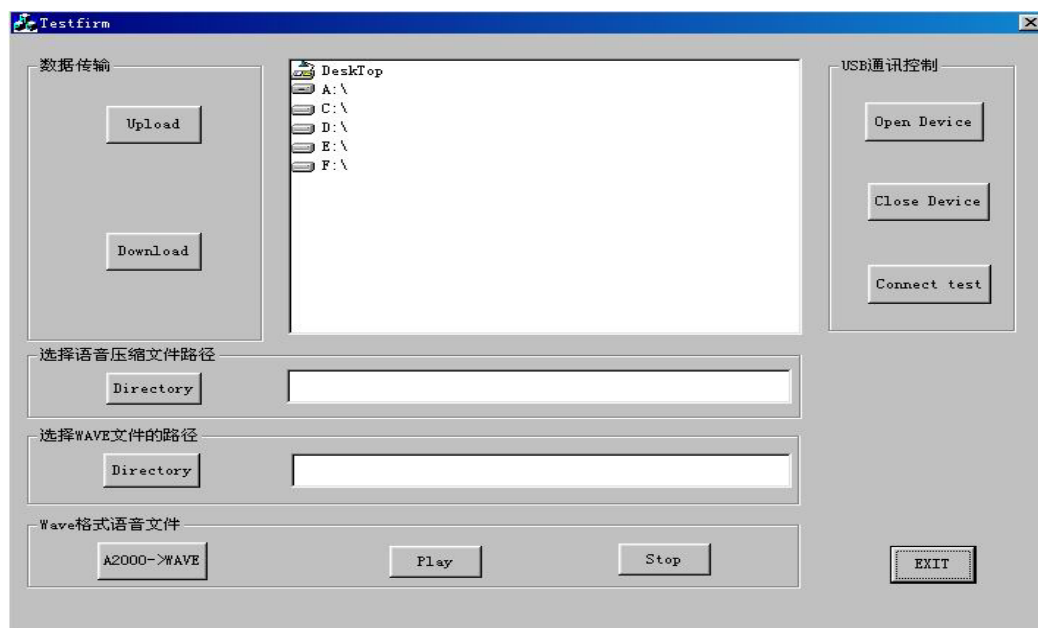

图9 PC 端应用软件的界面
3. 等 USB 通讯指示灯亮后，运行 PC 端应用软件，如图 9 所示：